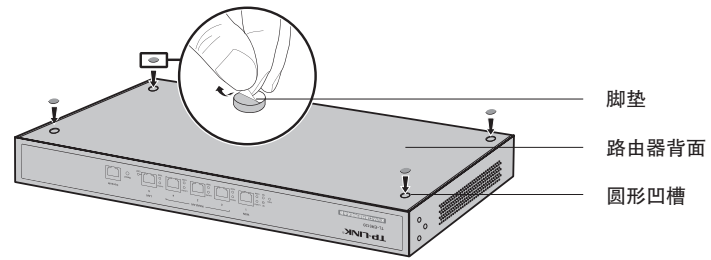

图2-1 桌面安装示意图
2. 逐个揭去4个脚垫的胶面保护纸, 分别黏贴在位于机壳底部四角的圆形凹槽中, 如图2-1所示;